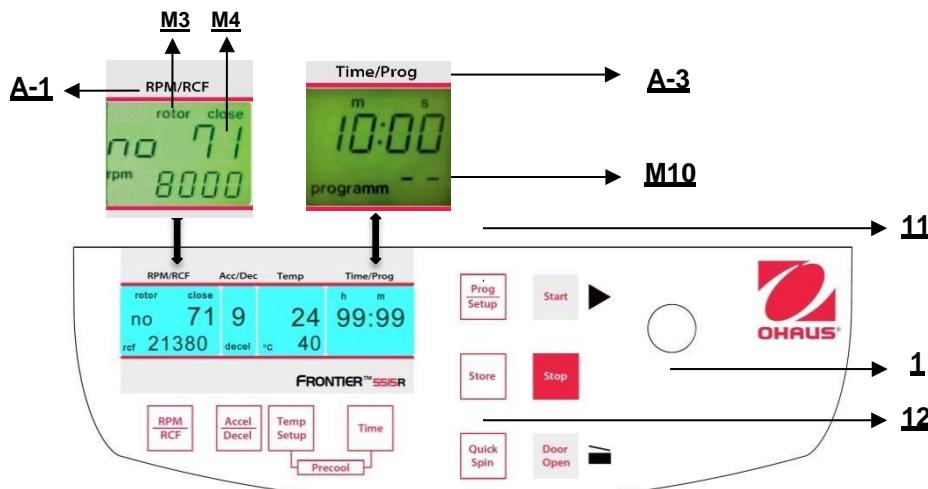

Figura 25
Pre richiamare i programmi salvati, premere il tasto **"Prog/Setup"** (11) (fare riferimento alla figura 25) quando il coperchio è già chiuso. Sul display **"Time/Prog"** (A-3), appare la parola **"programm -"**(M10). Il numero di programma desiderato può essere preselezionato mediante la manopola di regolazione (1).